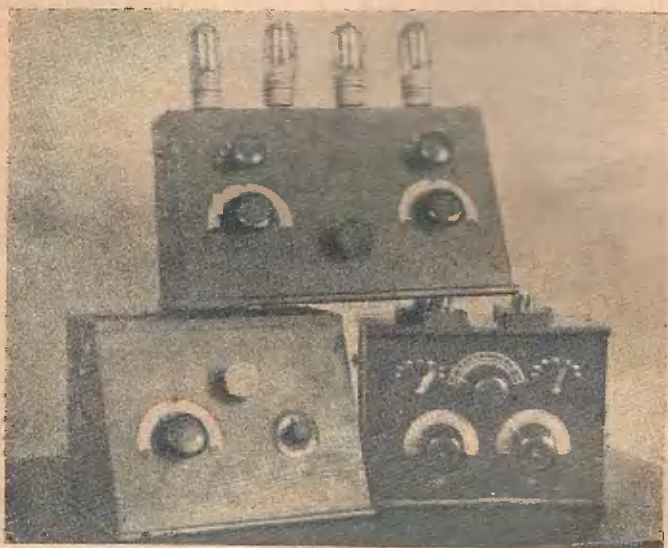
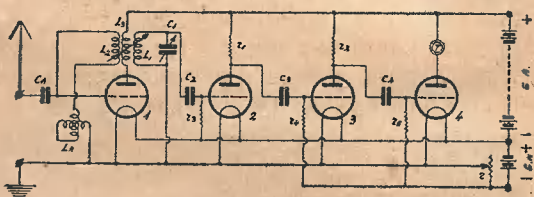

Рис. 1. Три образца четырехламповых приемников с высокими сопротивлениями.
Рис. 2. Схема четырехлампового регенеративного приемника с высокими сопротивлениями.
Мною построен был ряд моделей с применением указанного выше общего принципа и испытаны различные типы и способы получения обратной связи. В рис. 1 приведена фотография трех типов четырехламповых приемников с высокими сопротивлениями. Один из них детально описан в другой статье (см. этот номер стр. 14). Для пояснения общего принципа на основании которого можно построить регенеративные приемники с высокими сопротивлениями, приводим схему четырехлампового приемника с настроенным анодом в первой ступени усиления высокой частоты. От этой ступени и берется обратное действие в цепь антенны. (Рис. 2).
денсатор C_A . Для приема на разных волнах понадобится переключатель, позволяющий включать разные укорачивающие или удлиняющие емкости или вовсе их выключающий. Схема такого переключателя дана была в описании приемника Треста БЧ („Д. Р.“ № 5—6, стр. 27). Для настройки в цепи антенны применен вариометр L_A . Разумеется, можно было взять переменный конденсатор и сменные сотовые катушки. Однако, схема, указанная в рис. 2, с применением вариометра проще и дешевле для конструирования. Усиление высокой частоты осуществляется, как показано, помощью настроенного контура, связанного индуктивно с анодной цепью. На этот же контур (или обратно) действует обратная связь от цепи антенны. Катушки L_1, L_2, L_3 удобнее взять сотового типа и воспользоваться для них станком для трех сотовых катушек. Связь между L_2 и остальными двумя должна быть переменной; между L_3 и L_1 связь можно не менять. Катушка L_1 подбирается смотря по емкости конденсатора C_1 и диапазону волн, в котором производится прием. При обычном наборе сменных катушек от 50 до 250 витков легко покрыть весь диапазон 300—2000 метров и иметь запасные катушки для связи. L_2 должна быть лишь немного меньше L_1 , а L_3 — небольшая катушка в 35 или 50 витков.
Устройство остальной части приемника, т. е. элементов детекторной лампы (2) и обеих ступеней усиления низкой частоты (лампы 3 и 4) ничем не отличается от предыдущего случая (рис. 2).
В следующем номере мы дадим описание других типов приемников с высокими сопротивлениями, позволяющих принимать на репродуктор станции, работающие как длинными, так и короткими волнами и несколько более простые, чем описанный выше (схема рис. 2).